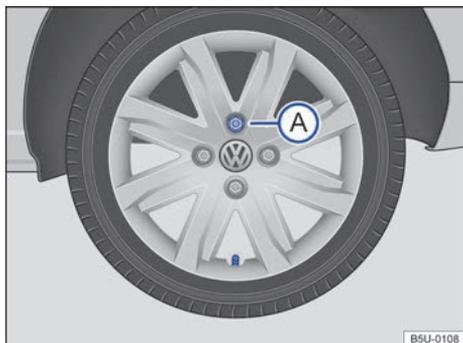

Fig. 175 Cambio de rueda: secuencia de remoción de los tornillos de la rueda.
- **En los vehículos con superllanta**, el tornillo opuesto a la válvula → **fig. 175 (A)** sirve como guía en la secuencia de montaje. Por ello, retirar el tornillo **(A)** por último y tener cuidado para no dejar la super llanta caer cuando se retiran los otros tornillos.
- **En los vehículos con superllanta**, instalar primero el tornillo → **fig. 175 (A)**, posicionar la superllanta y, en seguida, instalar los demás tornillos.